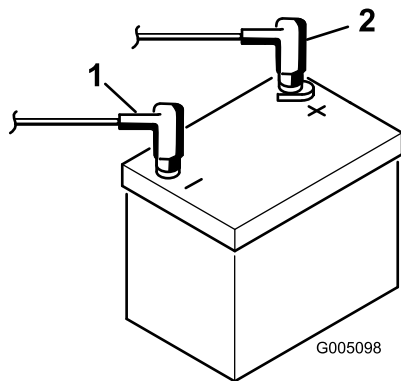

図7
9. 赤いプラスケーブルをバッテリーのプラス端子に、黒いマイナスケーブルはバッテリーのマイナス端子にはめ、ボルトとナットで固定する図7。ショート防止のために端子にゴムキャップをかぶせる。